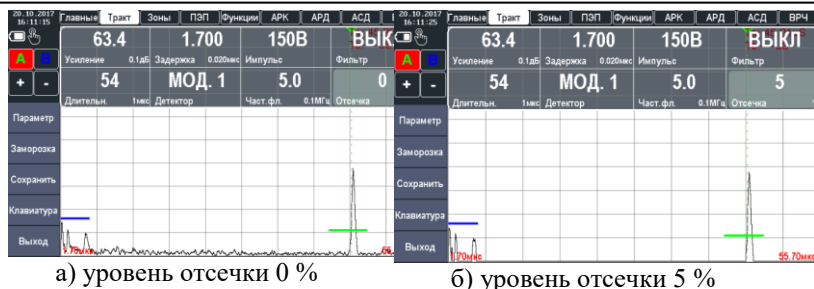

Рисунок 2.18 – Установка уровня отсечки сигнала
4. Установка уровня отсечки сигнала «ОТСЕЧКА», задается в процентах. Часть А-скана ниже заданного в % от высоты экрана уровня может не обрабатываться и не выводиться на экран, упрощая визуальное восприятие сигнала (рис. 2.18).